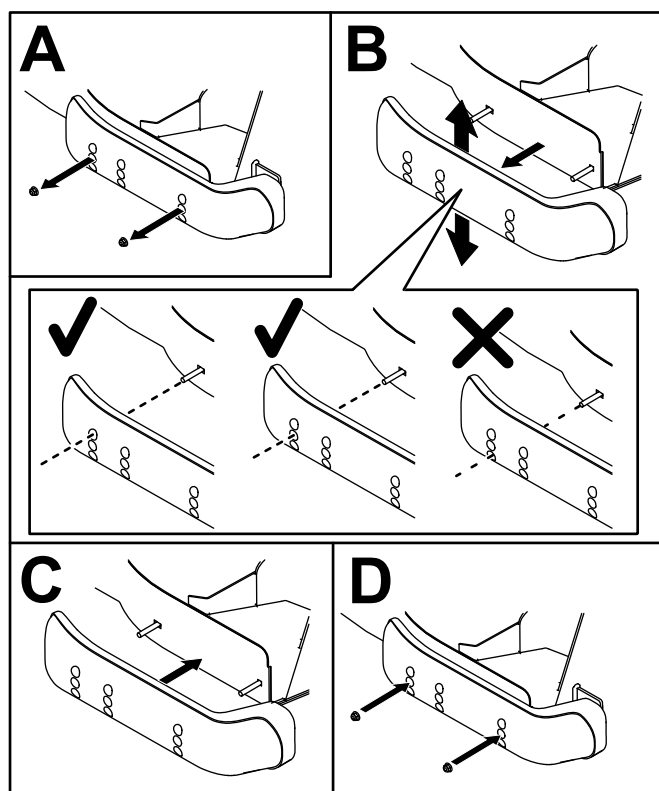

Figura 15
3. Deplasați sabotul în poziția dorită și fixați-l pe unitatea de tăiere cu uruburile cu guler și piulițele (Figura 15).